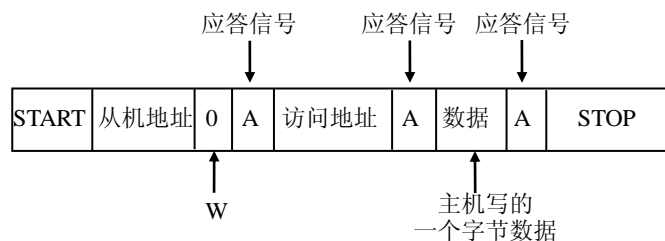

Figure 15-7 主机向从机写数据
如 Figure 15-7 所示，主机要向从机写 1 个字节数据时，主机首先产生 START 信号，然后紧接着发送一个从机地址，这个地址共有 7 位，紧接着的第 8 位是数据方向位 (R/W)，0 表示主机发送数据 (写)，1 表示主机接收数据 (读)，这时候主机等待从机的应答信号 (A)，当主机收到应答信号时，发送要访问的地址，继续等待从机的应答信号，当主机收到应答信号时，发送 1 个字节的数据，继续等待从机的应答信号，当主机收到应答信号时，产生停止信号，结束传送过程。
如 Figure 15-7 所示，主机要从从机读 1 个字节数据时，主机首先产生 START 信号，然后紧接着